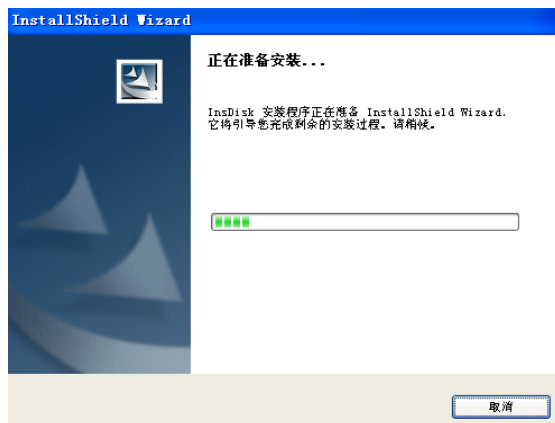

图 5-1 正在安装
- (1) 双击安装软件 INSPRO DISK。
- (2) 出现正在安装，如图 5-1 所示。